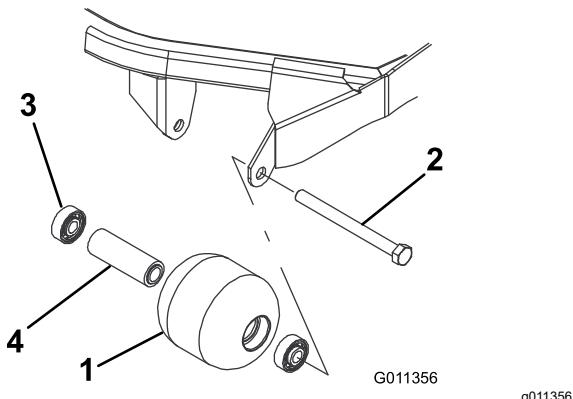

Bild 94
1. Entfernen Sie die Rollenbefestigungsschraube (Bild 94).
4. Prüfen Sie das Rollengehäuse, die Lager und das Distanzstück auf Beschädigungen (Bild 94). Tauschen Sie alle beschädigten Teile aus und bauen Sie alles wieder zusammen.
1. Drücken Sie das erste Lager in das Rollengehäuse (Bild 94). Drücken Sie dabei nur auf den äußeren Ring oder gleichmäßig auf die inneren und äußeren Ringe.
2. Setzen Sie ein Distanzstück ein (Bild 94).
3. Drücken Sie das zweite Lager in das Rollengehäuse (Bild 94). Drücken Sie gleichmäßig auf den inneren und äußeren Ring, bis der innere Ring das Distanzstück berührt.